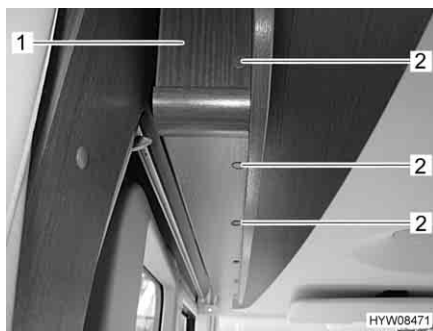

Fig. 47 Diaframma sul letto basculante
- Togliere tutti i coperchi di copertura (Fig. 47,2).
- Svitare tutte le viti (a intaglio) che si trovano sotto i coperchi di copertura e rimuovere il diaframma (Fig. 47,1).